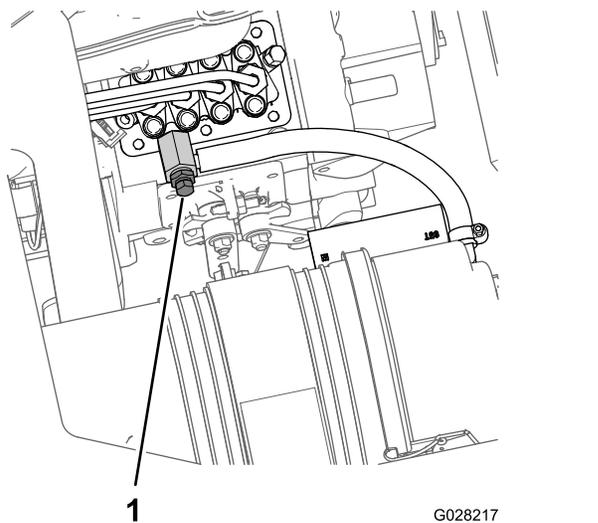

Figura 55
8. Alinhe o recipiente de escoamento debaixo da parte da bomba de injeção de combustível do motor (Figura 55).
9. Desaperte o parafuso de purga que se encontra na bomba de injeção de combustível (Figura 55).
11. Mantenha a chave na posição On enquanto não sair um fluxo contínuo de combustível do parafuso de purga (Figura 55).
12. Aperte o parafuso de purga (Figura 55) e rode a chave para a posição Off.